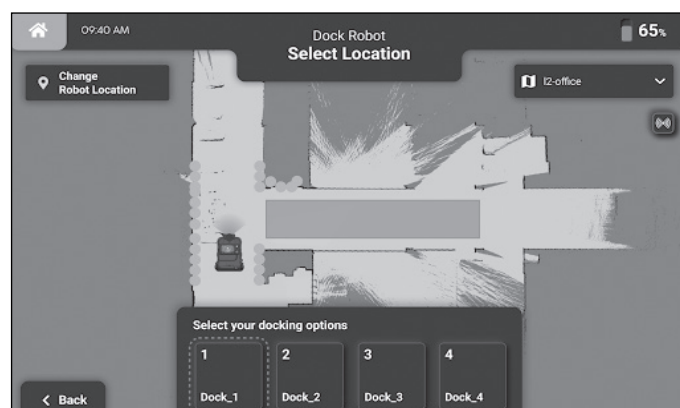

Abbildung 62
- Wählen Sie die Dockingstation aus, an die das Gerät andockt werden soll (Abb. 62).